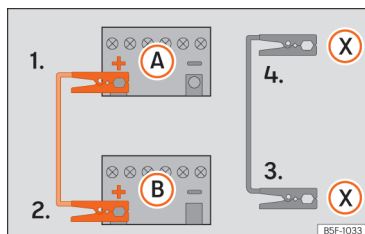

Fig. 194 Esquema de ligação para veículos com sistema Start Stop.
Os cabos de arranque apenas se deverão ligar seguindo a ordem 1 > 2 > 3 > 4 »» Fig. 194.
Nos veículos com sistema Start-Stop: ligue uma extremidade do cabo preto de emergência (X) a um terminal de massa adequado, a uma peça de metal maciça que esteja aparafusada ao bloco do motor ou ao próprio bloco do motor »» Fig. 194.
5. Ligue a outra extremidade do cabo preto de emergência (X), no veículo com a bateria descarregada, a uma peça de metal maciça que esteja aparafusada ao bloco do motor ou ao próprio bloco do motor, mas o mais afastado possível da bateria A.